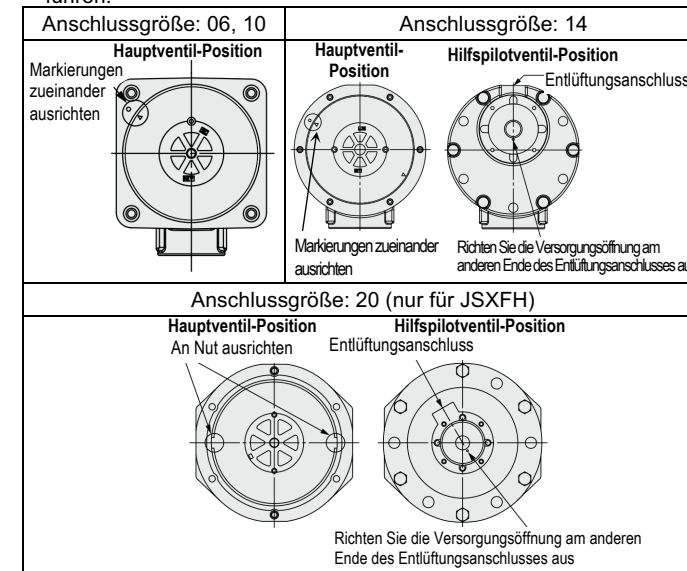

Abbildung 19.
- Bauen Sie das Hauptventil (Hilfspilotventil) unter Berücksichtigung der in Abbildung 19 gezeigten Einbaulage in das Gehäuse ein. Eine Falsche Montage kann zu Fehlfunktionen des Produkts führen.